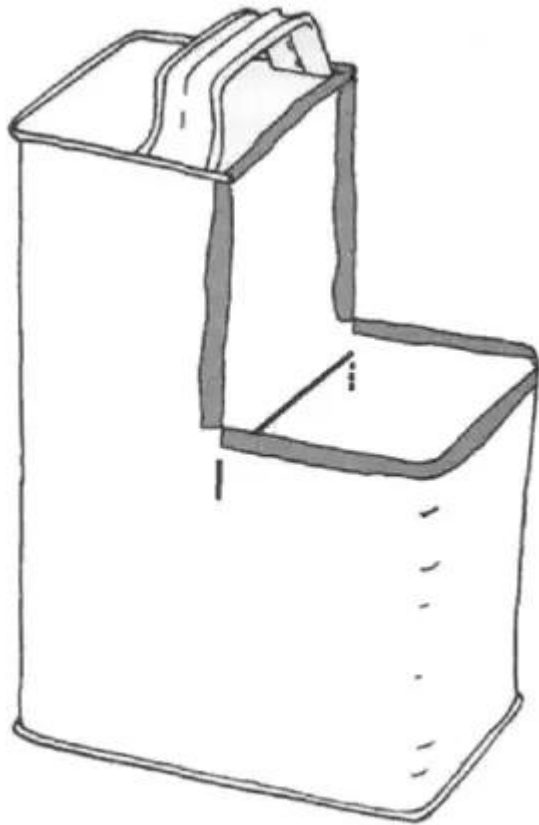

FIGURE 2
- Bidons de peinture pour l'application des produits chimiques (voir Figure 2)